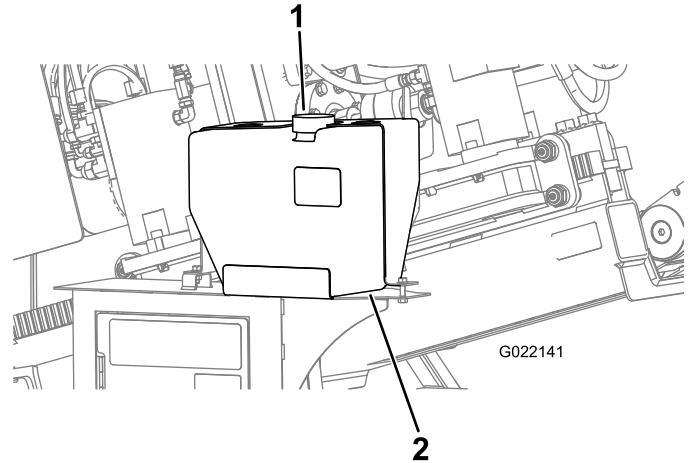

Figura 151
- D. Retire a tampa do reservatório de anticongelante da bomba de fluido de perfuração (Figura 151).
- E. Certifique-se de que o reservatório de anticongelante esteja cheio (Figura 151).
- C. Adicione anticongelante ao reservatório conforme necessário (Figura 151).
5. Instale tampa no reservatório de anticongelante (Figura 151).